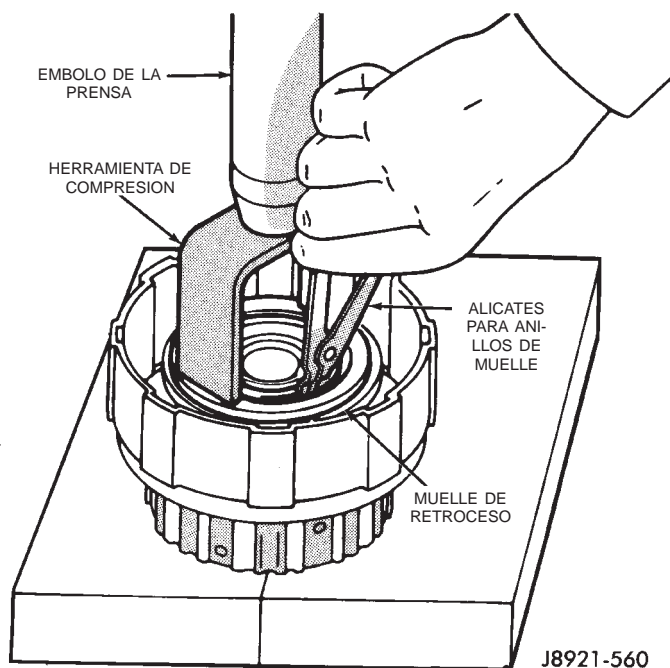
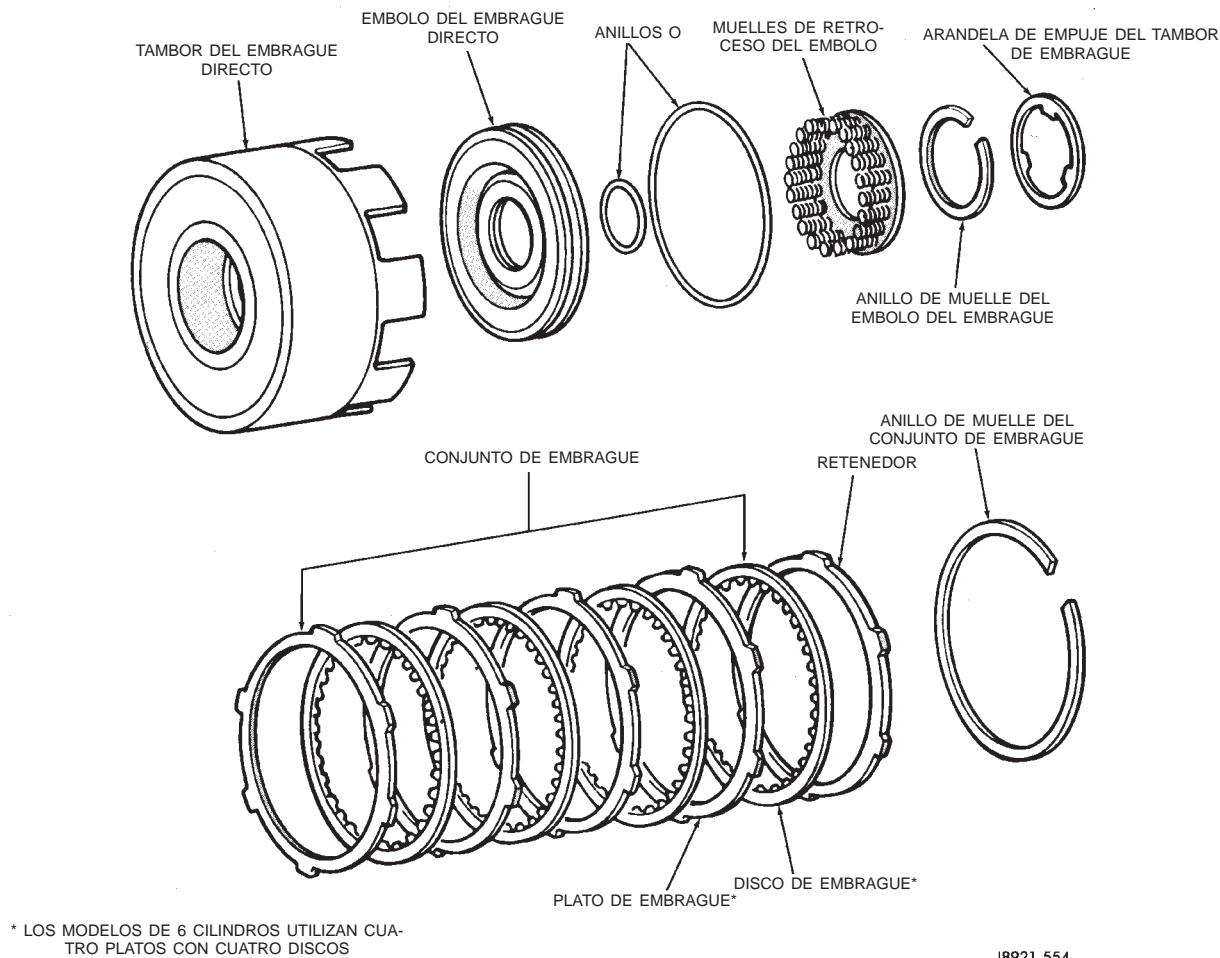

Fig. 231 Desmontaje del muelle de retroceso del émbolo
Fig. 235 Componentes del embrague directo
(9) Comprima los muelles de retroceso del émbolo del embrague con la herramienta 7538 y retire el anillo de muelle del émbolo del embrague (Fig. 231).
(10) Retire la herramienta de compresión y el muelle de retroceso.
- (1) Lubrique e instale los anillos O de reemplazo en el émbolo del embrague (Fig. 235).
- (2) Instale el émbolo del embrague en el tambor e instale los muelles de retroceso en el émbolo.
- (3) Comprima los muelles de retroceso del émbolo con la herramienta 7538 e instale el muelle de retroceso (Fig. 231). Asegúrese de que la luz de extremo del anillo de muelle no esté alineada con la lengüeta de retención del muelle.